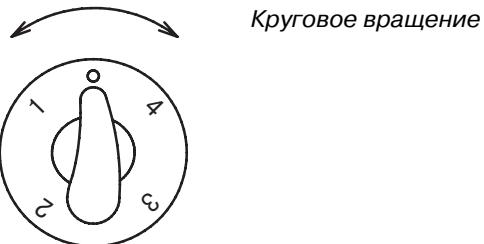

Рисунок 3
7.2 Изменение потребляемой мощности электроконфорок достигается поворотом ручки (рисунок 3) переключателя мощности в любую сторону до фиксированного положения и соответствует значениям, указанным в таблице 4.